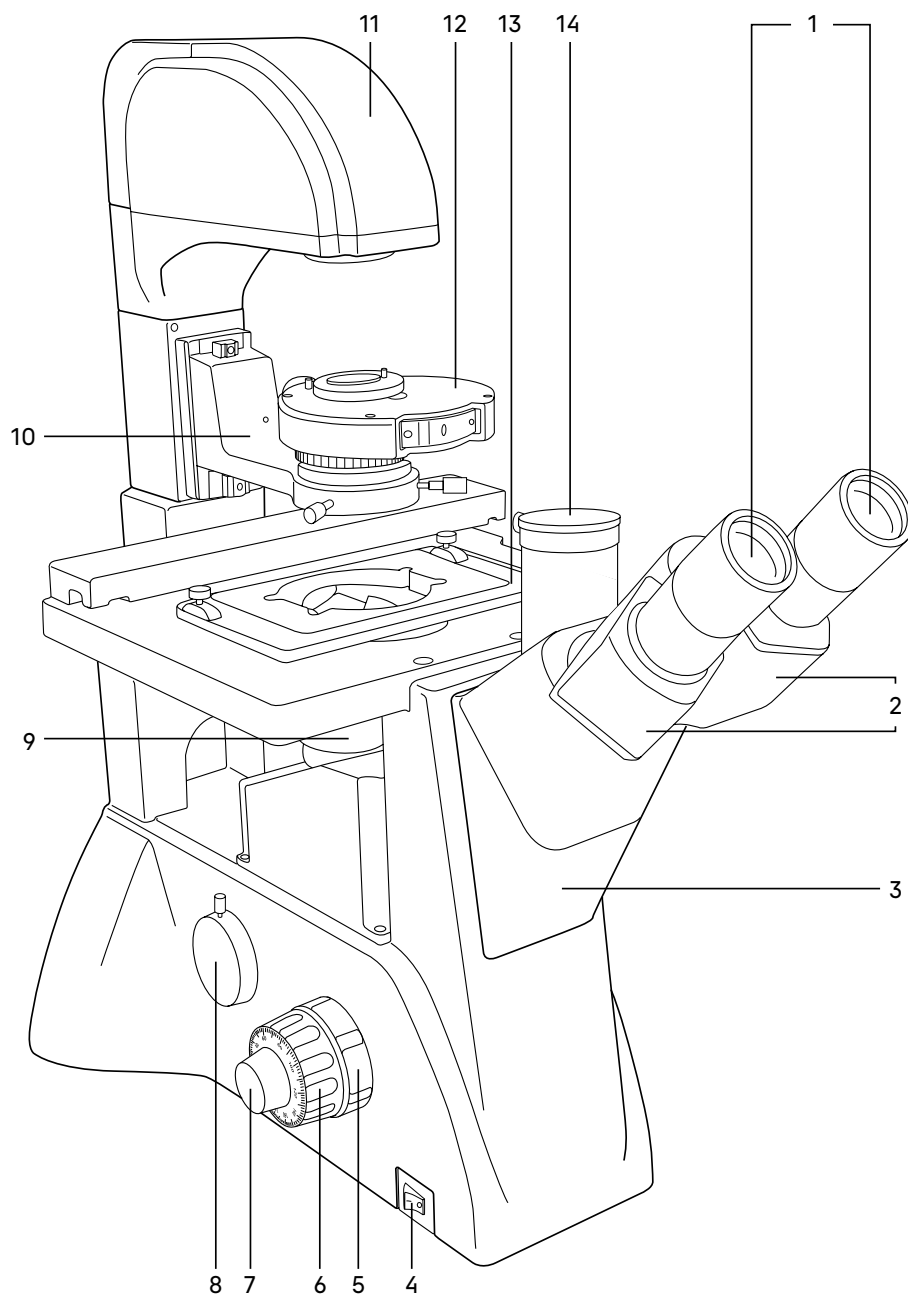
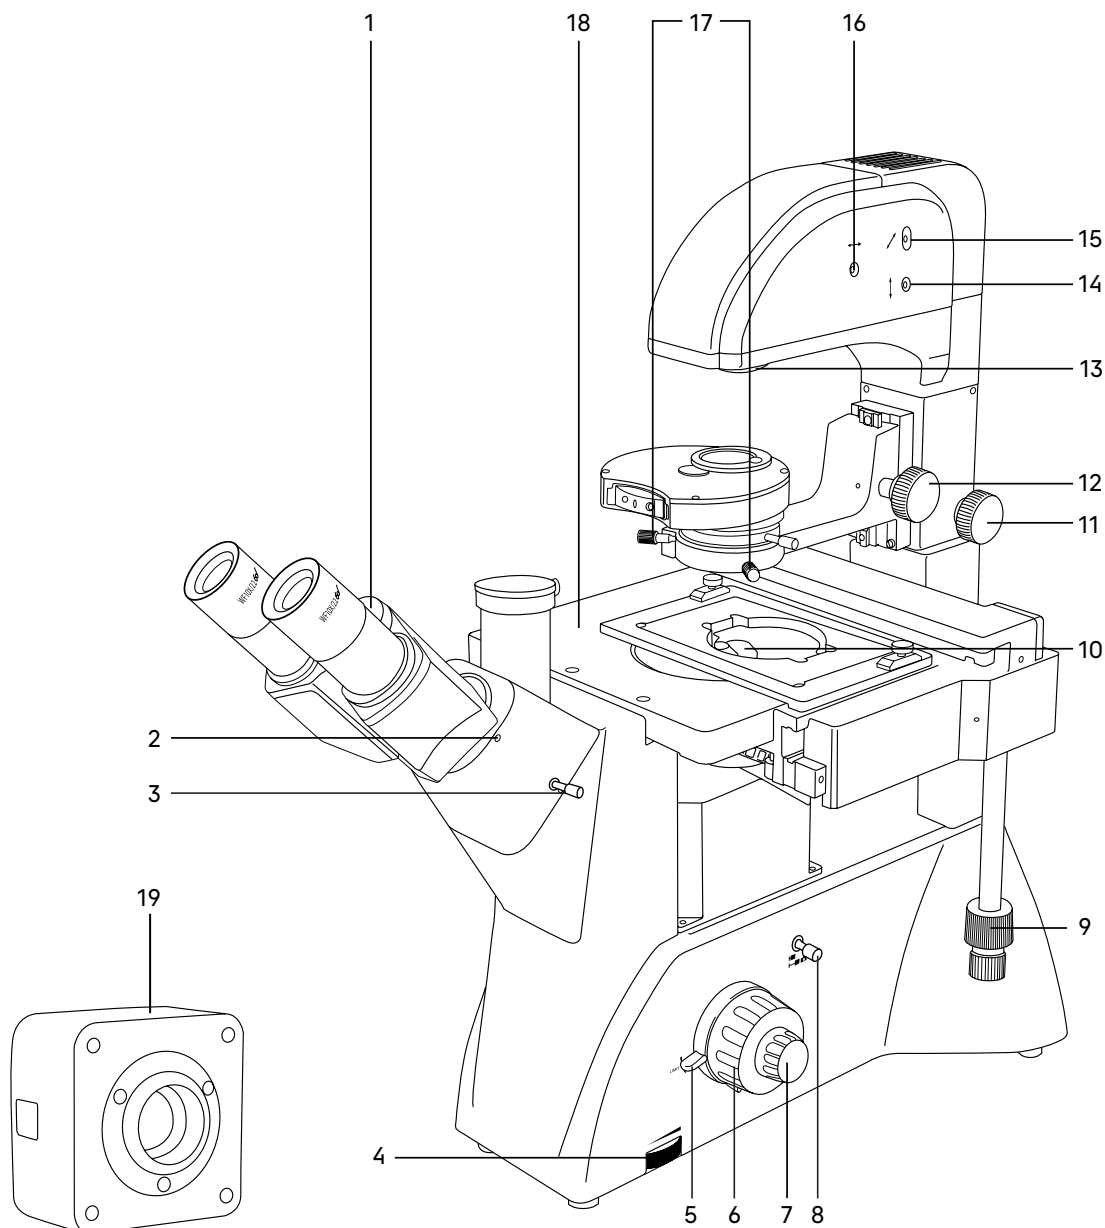

Рис. 1. Микроскоп MAGUS Bio VD350. Вид слева
Рис. 2. Микроскоп MAGUS Bio VD350. Вид справа
Общий вид микроскопа представлен на рис. 1 и 2.
Штатив имеет устойчивую эргономичную конструкцию. На штативе 3 (рис. 1) микроскопа закреплены:
- револьвер 9 (рис. 1) с объективами;
- предметный столик 18 (рис. 2);
- кронштейн конденсора 10 (рис. 1);
- осветитель 11 (рис. 1);
- визуальная насадка 2 (рис. 1).
На левой боковой поверхности штатива расположен выключатель 4 (рис. 1) сетевого напряжения. В положении «—» включается, а в положении «0» выключается сетевое напряжение.
На правой боковой поверхности штатива расположен диск 4 (рис. 2) для регулировки напряжения питания источника света.
На левой боковой поверхности штатива расположен канал визуализации 8 (рис. 1) для установки камеры. Микроскоп укомплектован адаптером C-mount 1x, который устанавливается в этот канал и закрепляется в нем винтом. На адаптер устанавливается камера. Камера служит для вывода изображения на экран компьютера или монитор/телевизор.
Фокусировка на объект осуществляется перемещением по высоте револьверного устройства с объективами. Грубая фокусировка производится вращением коаксиальных рукояток 6 (рис. 1, 2), расположенных по обеим сторонам штатива.
Тонкая фокусировка производится вращением рукояток 7 (рис. 1, 2), расположенных по обеим сторонам штатива. Тонкая фокусировка требуется для более точного фокусирования на объект и для подфокусировки микроскопа на резкость изображения при смене объективов и препаратов.
Механизм регулировки жесткости хода грубой фокусировки 5 (рис. 1) – кольцо между штативом и рукояткой грубой фокусировки с левой стороны. С помощью кольца регулируется жесткость хода грубой фокусировки так, чтобы жесткость была комфортной для пользователя, но при этом револьвер с объективами не опускался самопроизвольно во время работы.
Рукоятка блокировки грубой фокусировки 5 (рис. 2) расположена с правой стороны. После завершения грубой фокусировки рекомендуется перевести рычаг в крайнее положение в направлении по часовой стрелке. Таким образом закрепится положение грубой фокусировки для быстрой рефокусировки после смены препарата.
Тринокулярная визуальная насадка обеспечивает визуальное наблюдение изображения объекта. Насадка закреплена на штативе 3 (рис. 1). В гнездо насадки устанавливается блок окулярных тубусов и закрепляется винтом. При установке повернуть тубусы 2 (рис. 1) вверх или вниз для удобства наблюдения в зависимости от роста пользователя.
Изменение межзрачкового расстояния в насадке осуществляется разворотом окулярных тубусов 2 (рис. 1) в пределах 48–75 мм. Значение расстояния, установленного в соответствии с глазной базой наблюдателя, отсчитывается по шкале 1 (рис. 2) на насадке.
В вертикальный тубус 14 (рис. 1) корпуса визуальной насадки (канал визуализации) с помощью переходника C-mount устанавливается система визуализации с монитором. Переключение светового потока на вертикальный тубус производится рукояткой 3 (рис. 2). Рукоятка имеет два положения: 100/0 и 50/50.
В комплект микроскопа входят окуляры 1 (рис. 1). Окуляры имеют высокое положение выходного зрачка и предназначены для работы как в очках, так и без них.
Револьверное устройство 9 (рис. 1) обеспечивает установку пяти объективов. Смена объективов производится вращением револьверного устройства за конусную рифленую поверхность до фиксированного положения.
Объективы 10 (рис. 2) рассчитаны на механическую длину тубуса «бесконечность». Парфокальная высота объективов составляет 45 мм, линейное поле зрения в плоскости изображения – 22 мм. Объективы длиннофокусные, рассчитаны на посуду с толщиной дна 1,2 мм.
Осветитель 11 (рис. 1) неподвижно закреплен на штативе микроскопа. Источник света – галогенная лампа 12 В/30 Вт юстируется относительно оптической оси и линзы коллектора тремя винтами 14, 15, 16 (рис. 2). В осветителе закреплен коллектор с полевой диафрагмой, которая регулируется в зависимости от увеличения объектива, введенного в оптическую ось.
Важная часть осветительной системы – конденсорное устройство. Кронштейн конденсора 10 (рис. 1) закреплен на штативе. Перемещение осуществляется ручкой 12 (рис. 2). В кронштейн установлено конденсорное устройство 12 (рис. 1). Тип крепления «под винт». Конденсор может быть использован для наблюдения по методу светлого поля и фазового контраста. Во вращающемся диске находятся кольцевые диафрагмы для работы с фазовыми объективами 10x, 20x, 40x и свободное отверстие для пропускания всего пучка света. Смена кольцевых диафрагм производится вращением диска за накатанную часть до фиксации. В окне кожуха конденсора появляется цифра, соответствующая увеличению применяемого фазового объектива, цифра «0» соответствует свободному отверстию. Под вращающимся диском расположена ирисовая диафрагма, которая позволяет настроить определенную апертуру для работы с объективами светлого поля. Для достижения большей контрастности можно воспользоваться светофильтрами, входящими в комплект микроскопа. Светофильтры устанавливаются в откидную оправу конденсора.
Центрировка конденсора в оптической оси осуществляется винтами 17 (рис. 2). При работе с высокой посудой конденсорное устройство можно вывести из оптической оси. Ручка 11 (рис. 2) служит для фиксации устройства.
Предметный столик 18 (рис. 2) закреплен неподвижно на штативе. К столику прикреплено устройство, которое обеспечивает перемещение объекта в двух взаимно перпендикулярных направлениях. Перемещение осуществляется с помощью рукояток 9 (рис. 2), расположенных на одной оси.